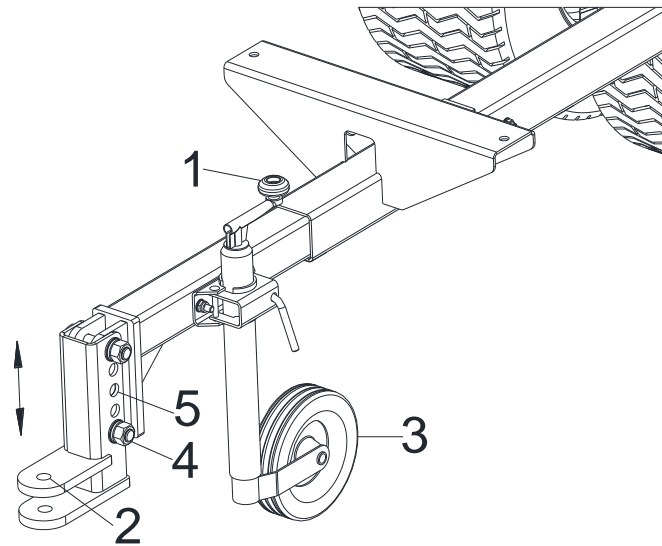
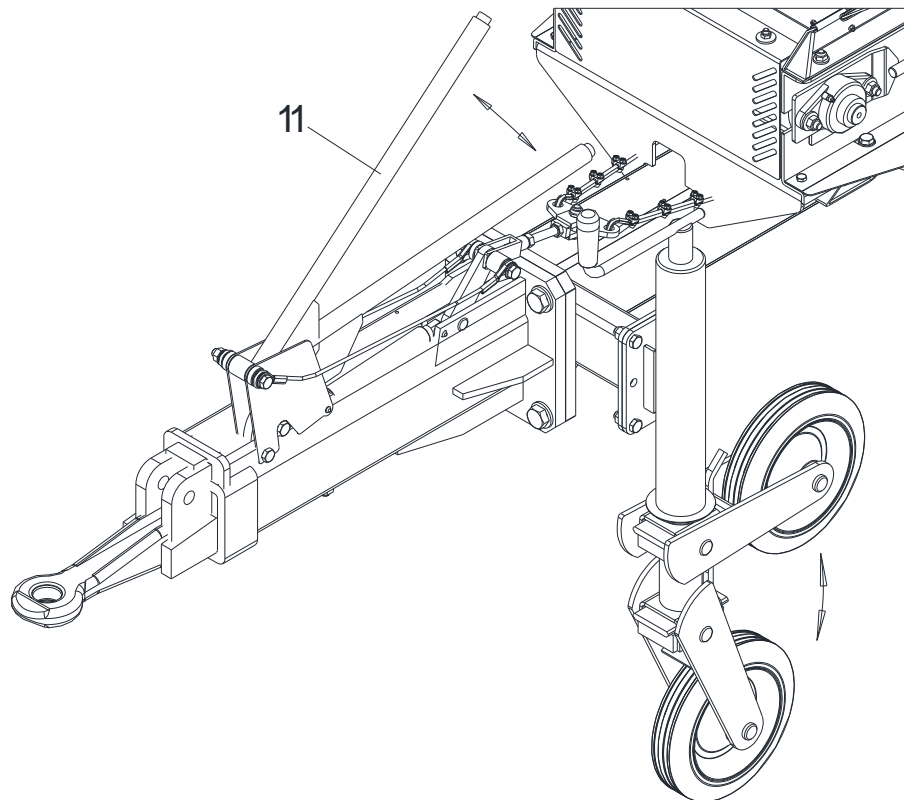

Bild 23 Anschlüsse DS1200
Bild 25 Anschlüsse DS1600, DS3100
2. Wenn die Anhängerkupplung und die Zugöse (Bild 23/2) nicht auf gleicher Höhe liegen, kann die Zugöse über die Schraubverbindungen (Bild 23/4) und die Versatzbohrungen (Bild 23/5) in der Höhe verstellt werden.
4. Zugöse (Bild 23/2) mit der Anhängerkupplung des Zugfahrzeugs verbinden, siehe Betriebsanleitung des Zugfahrzeugs.
7. Stützrad (Bild 23/3) in die oberste Position stellen. Dazu die Stützradachse vollständig mit der Kurbel (Bild 23/1) nach oben drehen.
6. Zum Fahren die Bremse (Bild 25/11) lösen.
1. Stützrad (Bild 23/3), (Bild 24/3) in die unterste Position stellen. Dazu die Stützradachse vollständig mit der Kurbel (Bild 23/1), (Bild 24/1) nach unten drehen.
2. Bremse der Auflaufeinrichtung (Bild 25/11) anziehen.
5. Zugöse (Bild 23/2), (Bild 24/Bild 24/2) (Bild 25) von der Anhängerkupplung des Zugfahrzeugs lösen und abhängen, siehe Betriebsanleitung des Zugfahrzeugs.